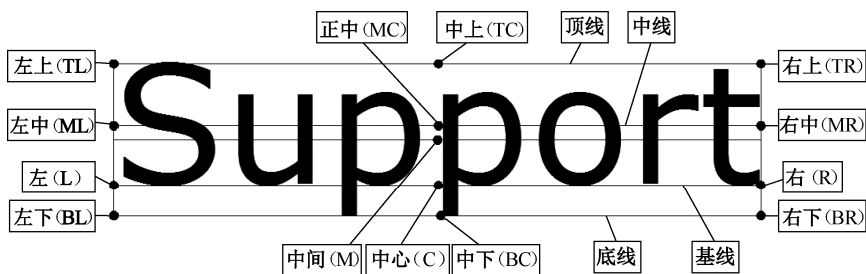

图 4-10 单行文字对齐方式（对齐、调整除外）
(1) 单行文字的对齐方式。AutoCAD 为单行文字的水平文本行规定了 4 条定位线(顶线、中线、基线和底线)、13 个对齐点、15 种对齐方式,各对齐点即为文本行的插入点,如图 4-10 所示。
除图 4-10 所示的 13 种对齐方式外，还有两种对齐方式。